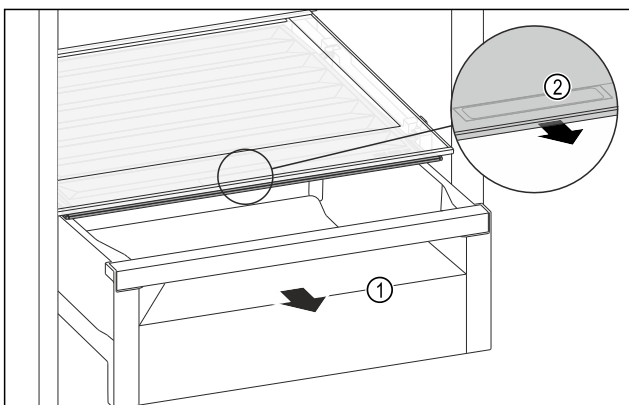

Fig. 121
- ▶ Изтеглете чекмеджето Fig. 121 (1).
- ▶ Хванете вдлъбнатия захват Fig. 121 (2) на капака на отделението и едновременно с това издърпайте напред капака на отделението.